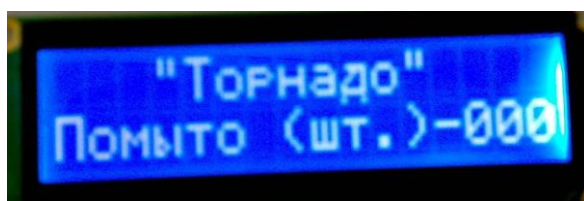

Рис. 6.2.
5.5. В ждущем режиме дисплей отображает количество помывтых колес (рис.6.2). При достижении количества равного 300 колес** на экране высветится надпись «Замените воду» и перестанут запускаться программы. Для обнуления счетчика и сброса сообщения необходимо нажать и удерживать кнопку «Обдув воздухом «V» до тех пор, пока сообщение не пропадет (3-5с).